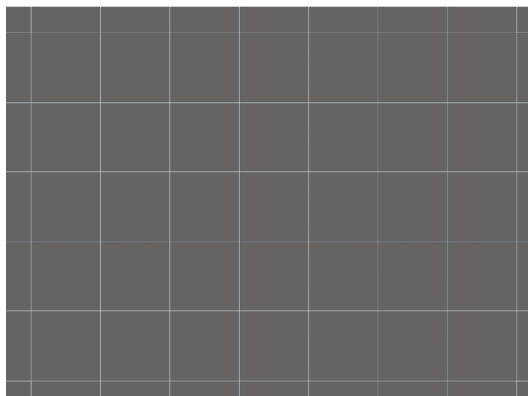

图 6-13 设置完 PCB 的板边
4) 用同样的方法绘制其他 3 条板边，并对各边进行精确编辑，使之首尾相连。绘制完的 PCB 电气边界如图 6-13 所示，为紫红色的矩形框。